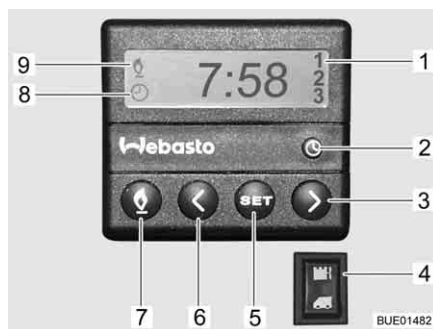

Fig. 170 Centralina di controllo (riscaldamento fisso)
- Premere il tasto (Fig. 170,7). Il funzionamento del riscaldamento viene indicato con il simbolo (Fig. 170,9). La ventola viene inserita solo quando la temperatura dell'acqua di raffreddamento è pari a 30 °C.
- Premere il tasto (Fig. 170,7). Il simbolo (Fig. 170,9) si spegne.
- Premere l'interruttore (Fig. 170,4) in alto. Il motore viene preriscaldato. La ventola viene inserita immediatamente.
- Premere l'interruttore (Fig. 170,4) in basso. Il motore rimane freddo.
- Premere il tasto (Fig. 170,2). L'impostazione dell'ora viene indicata con il simbolo (Fig. 170,8).
- Impostare l'ora con i tasti (Fig. 170,3 e 6).
- Premere il tasto (Fig. 170,5).
- Impostare l'orario di accensione con i tasti (Fig. 170,3 e 6) entro 10 secondi.
- Premere il tasto (Fig. 170,5) fino a che nel display (Fig. 170,1) non appare il numero di programmazione desiderato.